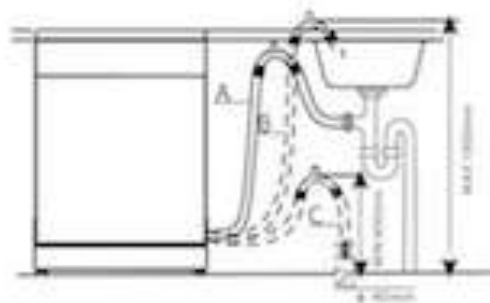

Рис. 6. Подсоединение сливного шланга.
Вставьте отводящий шланг в слив, диаметром не меньше 4 см, проверьте, нет ли перегибов шланга. При необходимости используйте специальный крепеж, входящий в комплектацию машины (рис. 6). Свободный конец шланга может находиться на высоте от 40 см до 1 м и не должен погружаться в воду.
4. Подсоедините сливной шланг (см. рис. 6).